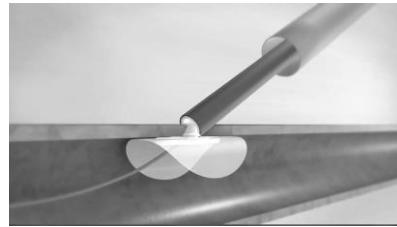

Figura 13. Posición de taponamiento: implante colocado en yuxtaposición a la arteriotomía.
- Siga retirando el dispositivo 1,5 marcas graduadas más (= 3,5 marcas graduadas en total). En este punto, debe percibirse una suave resistencia táctil como consecuencia del anclaje del implante en la luz interior de la pared arterial. Esta es la posición de taponamiento, y el implante ahora controla la hemorragia de la arteriotomía. Figura 13.